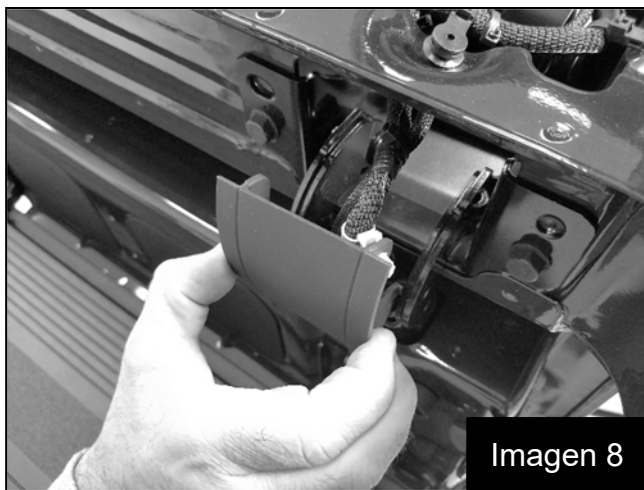

Imagen 8
12. Incline hacia abajo la sección interior de la compuerta trasera y suelte la cubierta de plástico de la bisagra del lado del pasajero para ayudar a orientar el arnés. (Imagen 8)